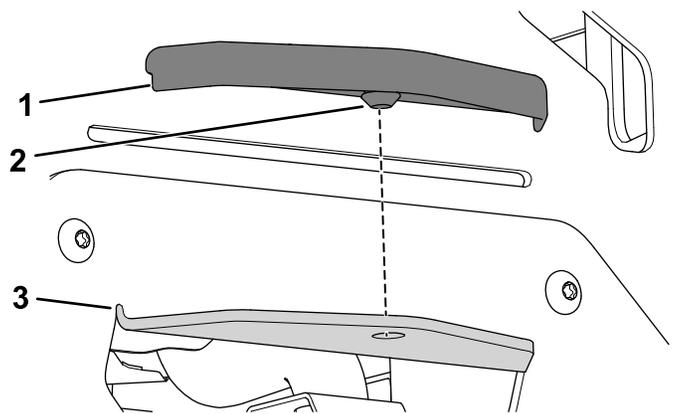

Figure 29
2. Placez la protection au-dessus de l'attelage et poussez-la en place (Figure 29).